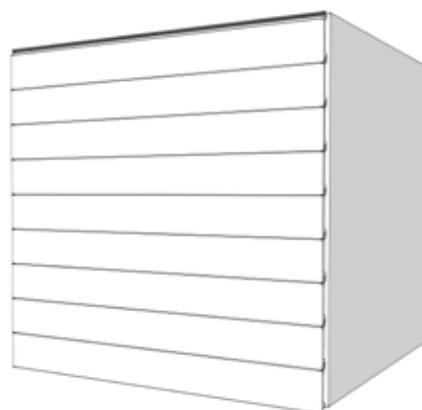

Figura 7
- 5 Instale los paneles de pared restantes (Figura 7 como se muestra en la Figura 7):